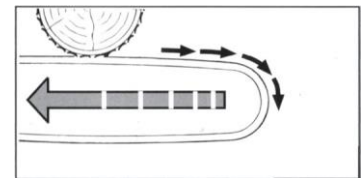

Fig. 4
- Fermez le couvercle du guide, tournez légèrement l'écrou de blocage pour mettre le couvercle en place, mais ne le serrez pas (figure 4).